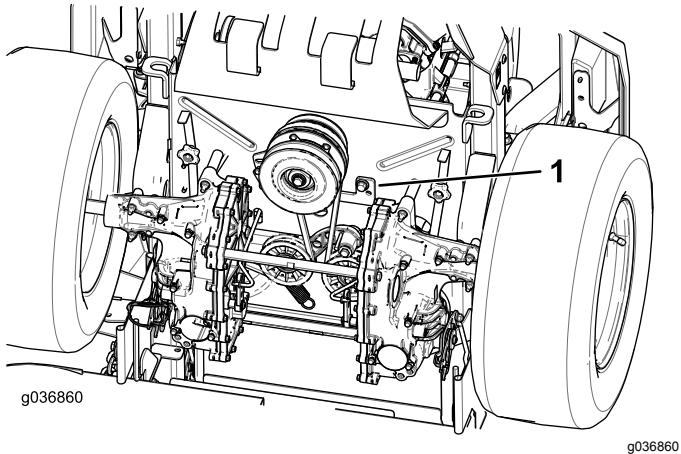

Figura 66
- Togliete l'arresto della frizione (Figura 66).
- Montate l'arresto della frizione (Figura 66).